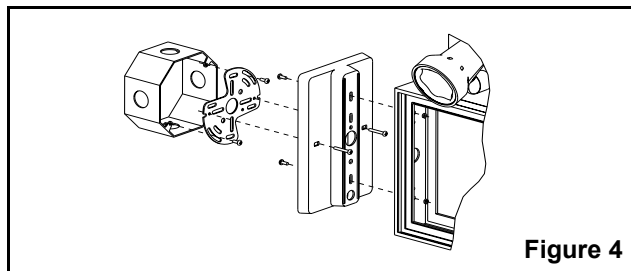

Figure 4
- e. Assembler le pavillon à l'enseigne à l'aide des vis 3/8" et des écrous à rondelle fournies (voir fig. 4).